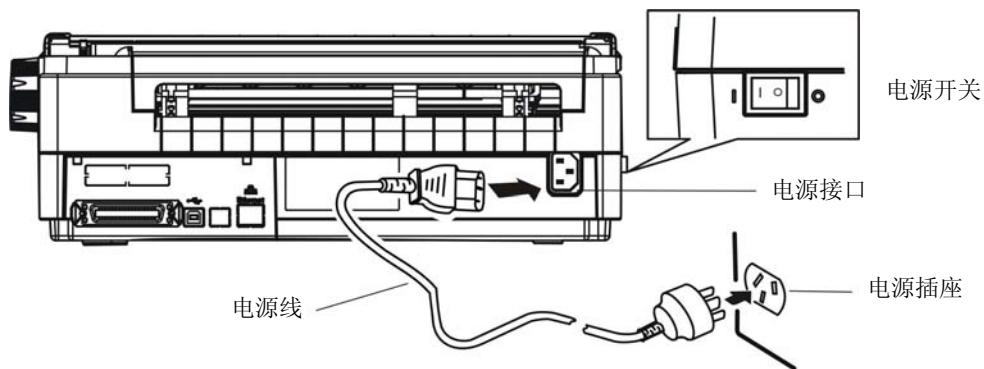

图 1-7 关闭打印机电源
3. 将电源线的一端插进打印机的电源接口（如图1-7所示）。